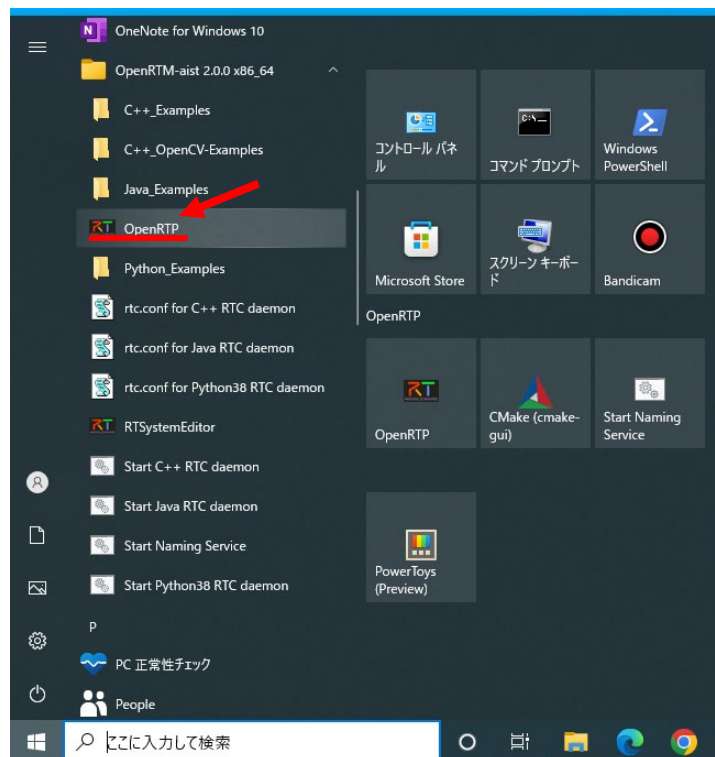

図 22 [OpenRTP]の起動方法
- ① 図 22 のように[デスクトップ]から[スタート]ボタンを選択し、表示された項目の中から、[OpenRTM-aist 2.0.0 x86_64]フォルダー内の[OpenRTP]をクリックし、アプリを起動させる。